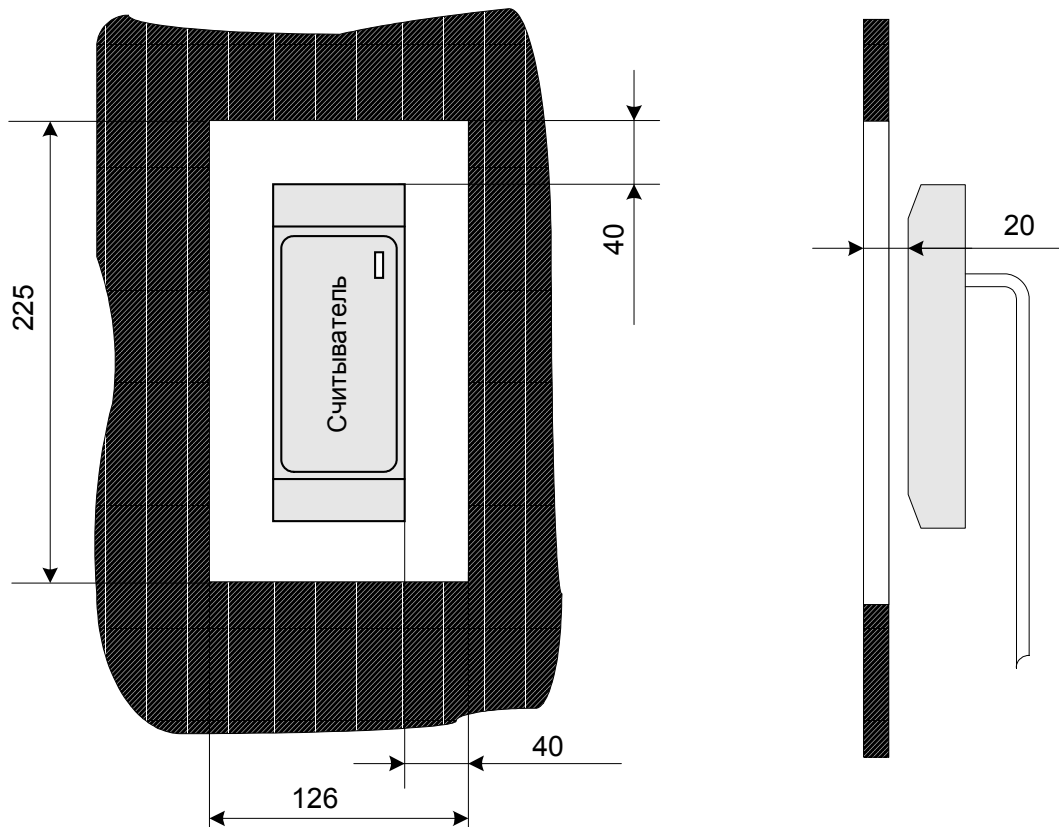

Рис.7. Установка считывателя за металлической поверхностью.
- При установке считывателя за металлической поверхностью, в ней необходимо вырезать окно, напротив которого, равноудалено от краев окна, и устанавливается считыватель (см. рис. 7), при этом размеры окна должны быть не менее 220×126 мм. Само окно может быть закрыто неметаллической вставкой (например, из пластмассы), а считыватель может быть утоплен вглубь окна на расстояние не более 20 мм от внешней стороны металлической поверхности — дальность считывания кода при таком способе монтажа считывателя уменьшается на 30÷50%;